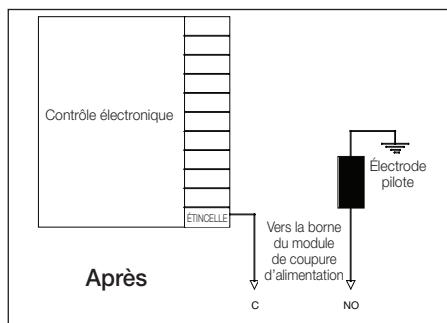

Figure 12
- En utilisant un câble de thermostat à deux conducteurs, installer les bornes embrochables à une extrémité du câble puis fixer les bornes à l'autre extrémité. Connecter le câble de la borne C (commune) du module de coupure d'alimentation **Figure 14** à la borne SPARK (étincelle) du contrôle électronique et à la borne NO (normalement ouverte) de l'électrode pilote comme indiqué sur le schéma 2, **Figures 12 et 13**. Remarque : Tous les efforts ont été faits pour fournir toute la quincaillerie nécessaire à l'installation. Toutefois, les connexions des bornes utilisées pour raccorder l'électrode pilote au contrôle électronique varient d'un fabricant à l'autre. Bien que différents connecteurs utilisés par les principaux fabricants soient inclus avec le WDS, les connecteurs spécifiques à l'installation concernée peuvent ne pas être inclus. Si le connecteur requis n'est pas inclus, il peut être acheté localement auprès de tout magasin d'équipement électrique. Installer le câble de connexion **Figure 15** sur les bornes du module de coupure d'alimentation R1 et R2. Acheminer le câble de connexion vers l'unité de contrôle et insérer l'extrémité du connecteur de verrouillage dans la carte de circuit imprimé.